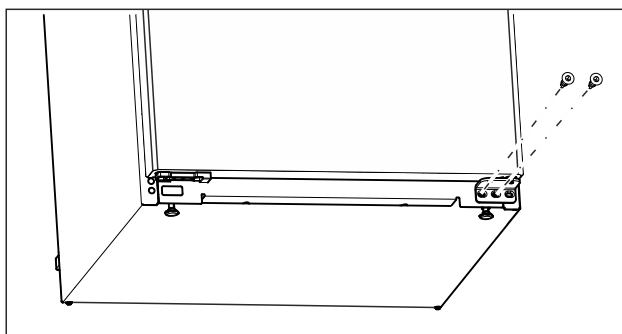

Fig. 10
- ▶ Csavarja ki az alsó csapágybakon a középső csavart Torx 20 csavarhúzóval. (lásd Fig. 10)
- ▶ Csavarja ki az alsó csapágybakon a belső csavart Torx 20 csavarhúzóval. (lásd Fig. 10)